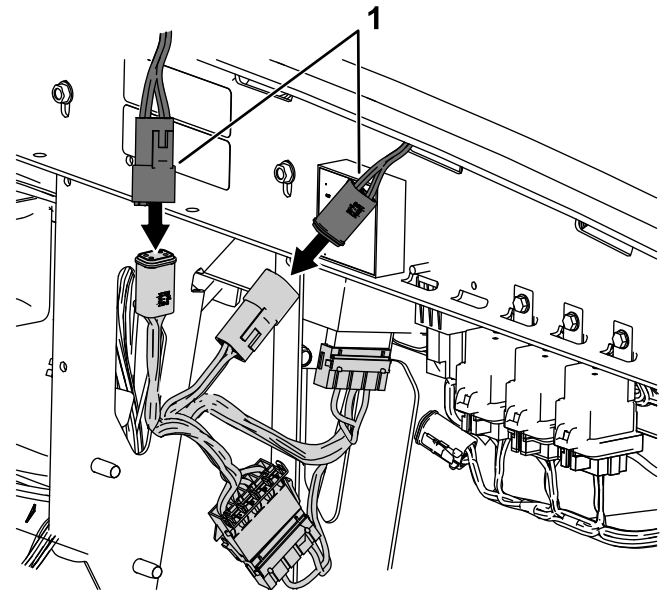

Figura 28
5. Conecte el conector cuadrado libre del arnés de cables del convertidor de energía al arnés de cables del adaptador de la cabina (Figura 28).
6. Conecte el conector cuadrado hembra libre del arnés de cables del convertidor de energía al arnés de cables del adaptador de la cabina (Figura 28).